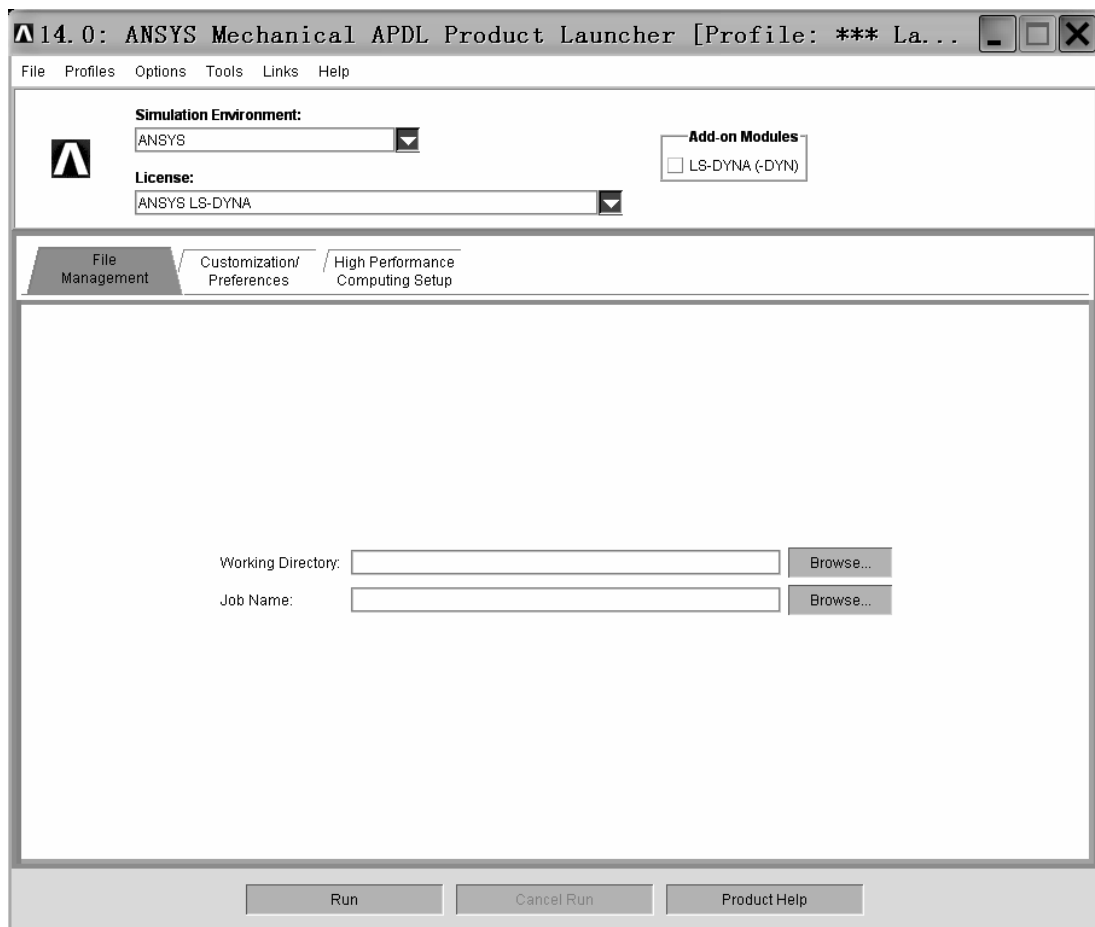

图 9-12 “14.0: ANSYS Mechanical APDL Product Launcher [Profile:\*\*\*La...”窗口
(1) 打开“14.0: ANSYS Mechanical APDL Product Launcher [Profile:\*\*\*La...”窗口（见图 9-12）。